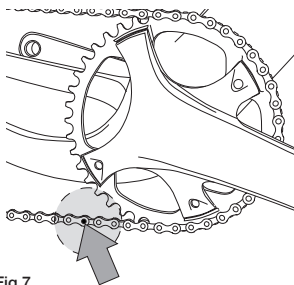

Fig.7
- Spostate la catena sul pignone più piccolo, quindi posizionate le maglie da chiudere nella zona indicata in Fig.7.